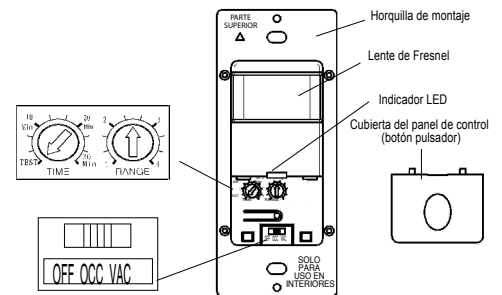

Figura 4
8. Ubique las perillas de ajuste en el panel de control para realizar pruebas y ajustes. (Ilustrada en la Figura 4).
Selector de luz ambiente: La configuración de luz ambiente se ajusta con el selector de Luz Ambiente (consulte la Figura 4). Girando el Selector de Luz completamente en sentido antihorario (CW), las luces siempre se ENCIENDEN cuando se detecta movimiento. Todas las demás configuraciones harán que las luces se ENCIENDAN solo cuando el nivel de luz sea inferior al configurado.